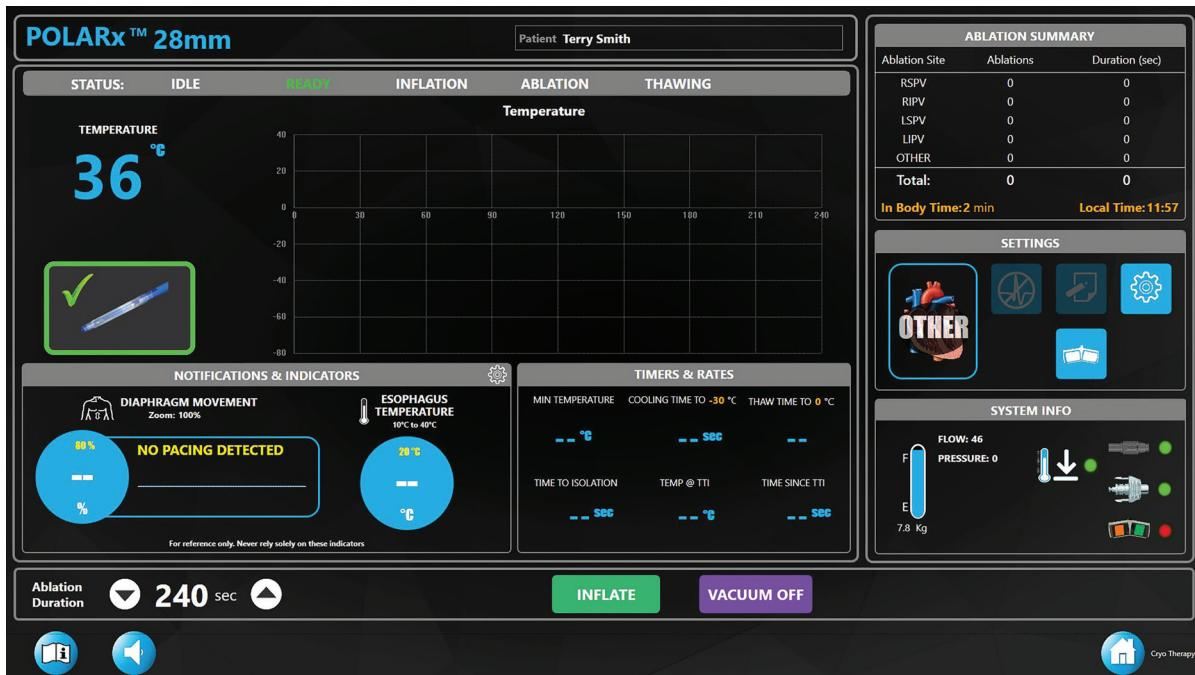

Figure 6. Écran de thérapie – état READY (Prêt)
4. L'état du système doit indiquer **READY** (Prêt) et le bouton **INFLATE** (Gonfler) sur l'écran de thérapie doit s'afficher (Figure 6). De plus, le bouton-poussoir **START** (Démarrage), situé sur le panneau avant de la Console SMARTFREEZE, et l'indicateur de la Commande à distance, si elle a été utilisée, doivent être allumés en vert.